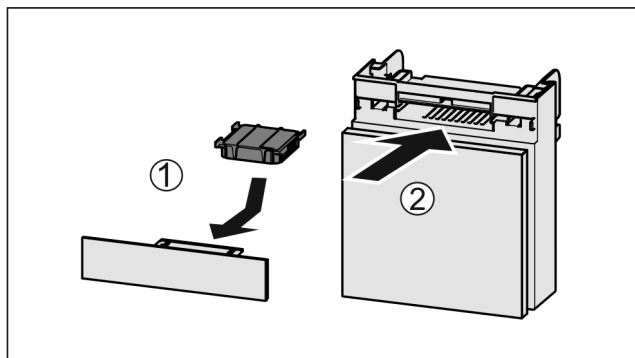

Fig. 35
- ▶ Вставити фільтр з активованого вугілля за малюнком Fig. 35 (1).
- ▶ Вставити відділення Fig. 35 (2).